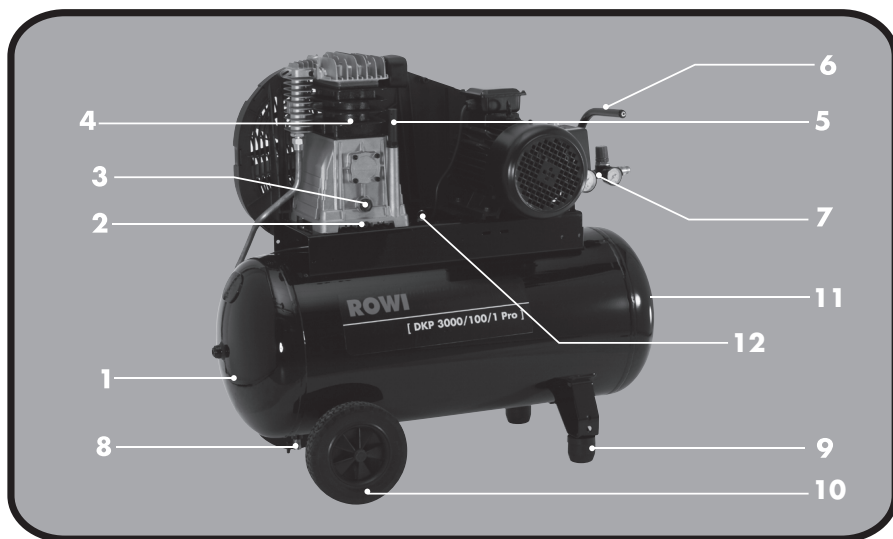
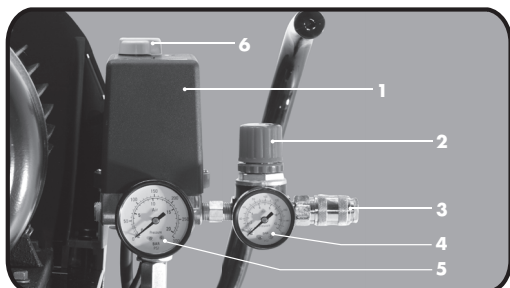

Abb. 4: Geräteübersicht
Abb. 5: Geräteübersicht Druckluftarmatur
1. Vergewissern Sie sich, dass der weiße Knopf am Druckschalter (Ein-/Ausschalter, siehe Abb. 5, Nr. 6) auf der Position "OFF" steht. Schließen Sie dann den Kompressor an eine geerdete, durch einen FI-Schutzschalter (max. 30 mA) abgesicherte Steckdose (400 V/3 ~50 Hz) an.
3. Starten Sie den Kompressor, indem Sie den weißen Knopf am Druckschalter (Ein-/Ausschalter, siehe Abb. 5, Nr. 6) im Uhrzeigersinn auf die Position "AUTO" stellen. Wir empfehlen Ihnen, das Gerät einmal so lange laufen zu lassen, bis der maximale Kesseldruck erreicht wurde und das Gerät automatisch abschaltet. Schließen Sie dann das gewünschte Druckluft-Werkzeug an (siehe Kapitel 3.3).
3. Schalten Sie den Kompressor ein, indem Sie den weißen Knopf am Druckschalter (Ein-/ Ausschalter, siehe Abb. 5, Nr. 6) auf die Position "AUTO" stellen. Lassen Sie den Kompressor mit geöffneter Wasserablassschraube (siehe Abb. 4, Nr. 8) 2 – 3 Minuten laufen. Das Gerät erwärmt sich während dieser Zeit so, dass es für den weiteren Betrieb bereit ist.
4. Schließen Sie nach Ablauf der Aufwärmzeit die Wasserablassschraube (siehe Abb. 4, Nr. 8) wieder. Der Kessel kann sich nun füllen bzw. Druck aufbauen.
1. Schließen Sie dann den Druckluftschlauch an. Hierfür stehen Ihnen zwei Schnellkupplungen zur Verfügung (siehe Abb. 5 und 4):
Auf der Seite des Überdruckventils befindet sich eine Schnellkupplung für ungeminderten Druck (siehe Abb. 4, Nr. 11). Dieser Anschluss empfiehlt sich für Druckluft-Werkzeuge, die keinen bestimmten Arbeitsdruck benötigen. An der gegenüberliegenden Schnellkupplung (siehe Abb. 5, Nr. 3) steht die Luft druckgemindert an. Hier schließen Sie Druckluft-Werkzeuge an, die mit einem vorgegebenen Druck arbeiten.
Drehen Sie das Einstellrad des Druckminderers (siehe Abb. 5, Nr. 2) im Uhrzeigersinn in Richtung +.
Drehen Sie das Einstellrad des Druckminderers (siehe Abb. 5, Nr. 2) entgegen dem Uhrzeigersinn in Richtung –.
1. Drehen Sie zum Abschalten des Gerätes den Knopf am Druckschalter (Ein-/Ausschalter, siehe Abb. 5, Nr. 6) entgegen des Uhrzeigersinns, auf die Position "OFF". Das Gerät **darf niemals** durch Ziehen des Netzsteckers abgeschaltet werden. Das Ziehen des Netzsteckers ohne zuvor den Knopf am Druckschalter hinunter zu drücken, deaktiviert die Druckentlastung.
- ▶ Schalten Sie den Kompressor ab, indem Sie den weißen Knopf am Druckschalter (siehe Abb. 5, Nr. 6) entgegen des Uhrzeigersinns auf die Position "OFF" drehen.
- ▶ Lösen Sie die Ölablassschraube (siehe Abb. 4, Nr. 2) und lassen Sie das Altöl vollständig ab.